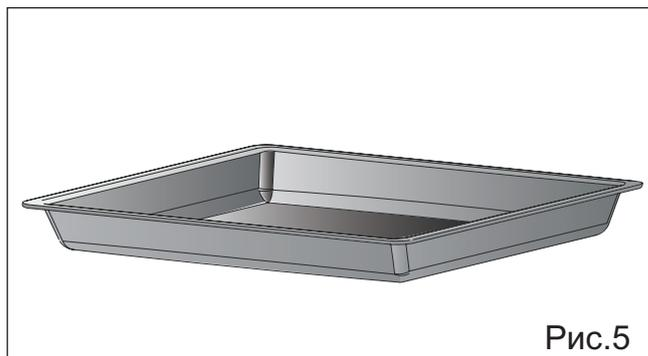

Рис.5
**Многофункциональный противень 45 мм. (рис. 5).**